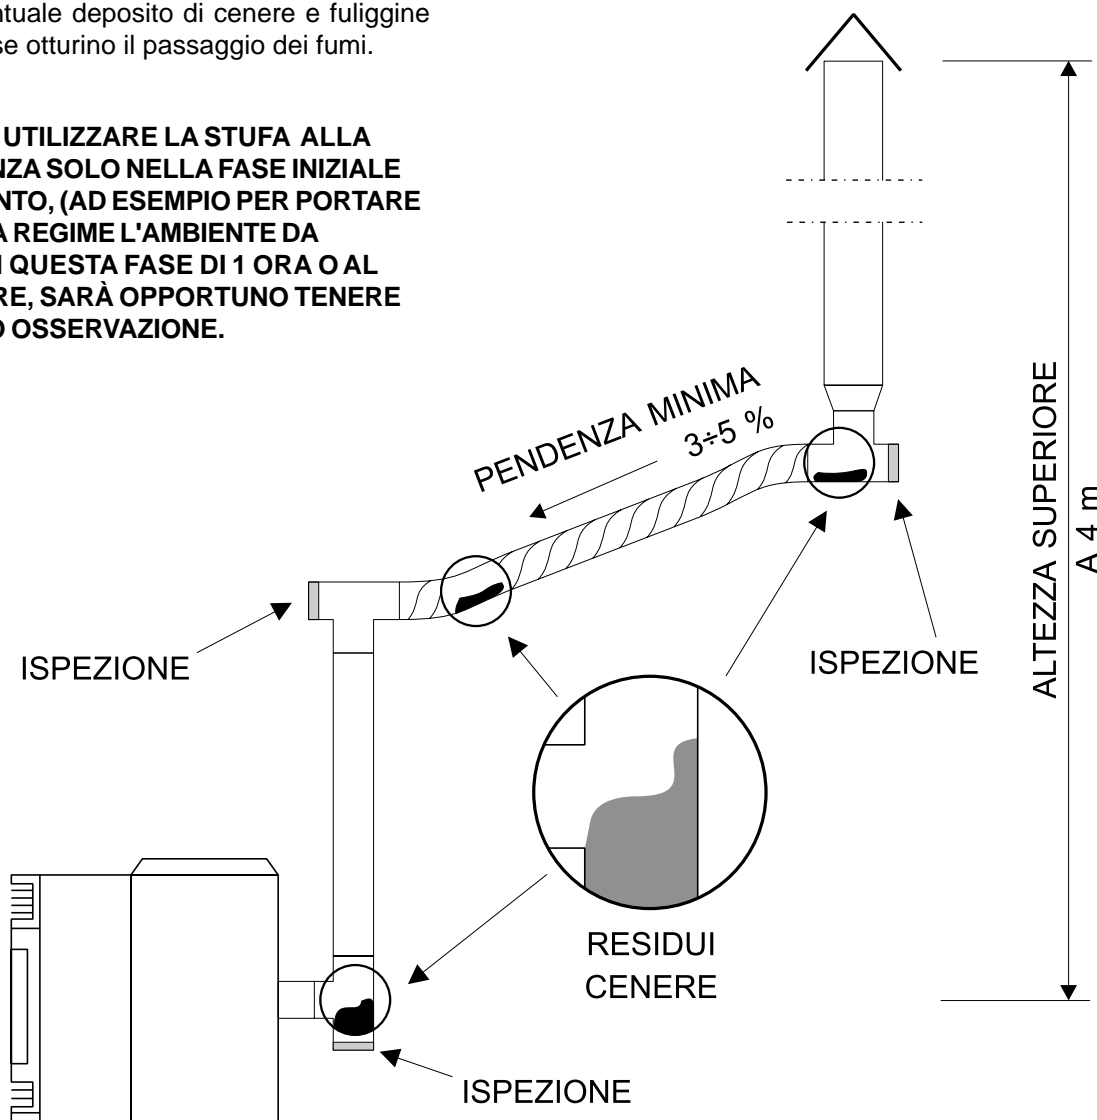

Fig. 40
• **PULIZIA DELLA CANNA FUMARIA (Fig. 40)**